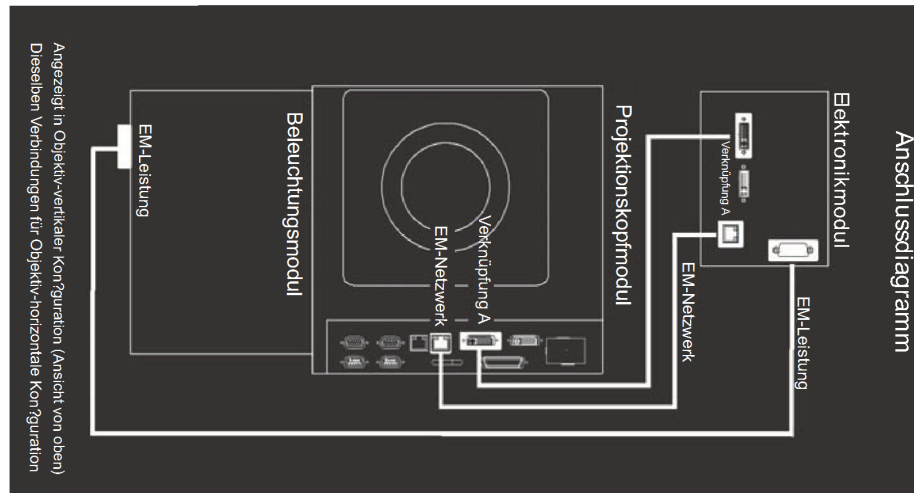

Abbildung 2-2 Modulverbindungen
2. Schließen Sie das Elektronikmodul an das Projektorkopfmodul und das Beleuchtungsmodul an. Siehe **Abbildung 2-2**.